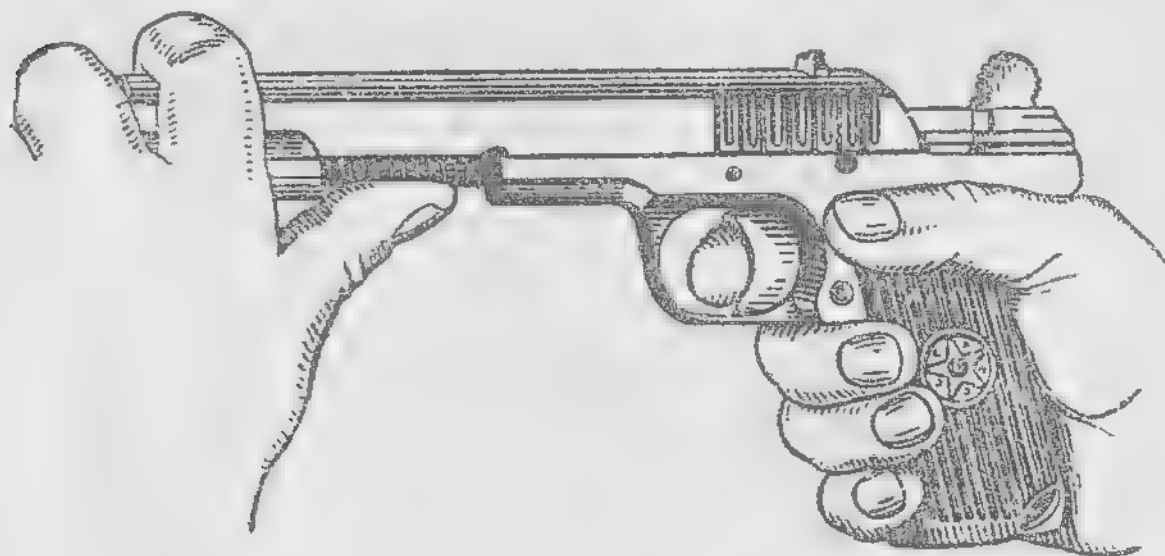

Рис. 76. Как снять затвор со стволом.
3) **снять затвор со стволом:** удерживая пистолет за рукоятку в правой руке, левой рукой снять затвор, сдвигая его по пазам рамки вперед и придерживая большим пальцем левой руки возвратную пружину (рис. 76);